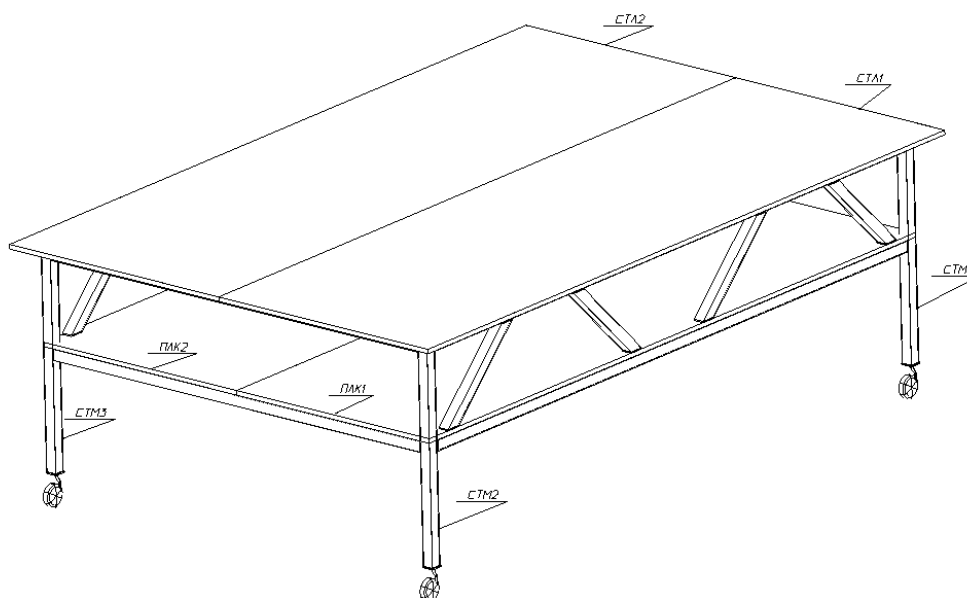

Рис. 5
- 4.9 Затем укладываем и закрепляем столешницы к металлокаркасу . Крепление столешниц производится с использованием саморезов 3,5 х 16 мм через специальные отверстия в профилях металлокаркаса расположенных по периметру стола, а также с использованием 8 уголков, устанавливаемых в местах примыкания столешниц (Рис.5).